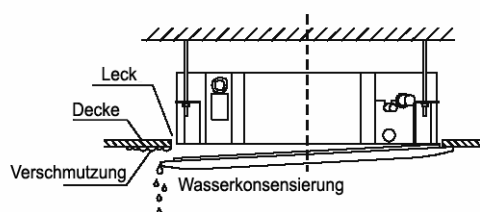

**Abb. 11**
- Richten Sie den Swing-Motor am Panel richtig an den Rohranschlüssen des Hauptgerätes aus. (Siehe Abb. 11)
- Justieren Sie das Panel vorsichtig in Pfeilrichtung (s. Abb. 11 (4)), so dass die Mitte des Panels sich mit der Mitte des Lochs in der Decke deckt. Achten Sie darauf, dass die Haken an allen vier Ecken fest sitzen.